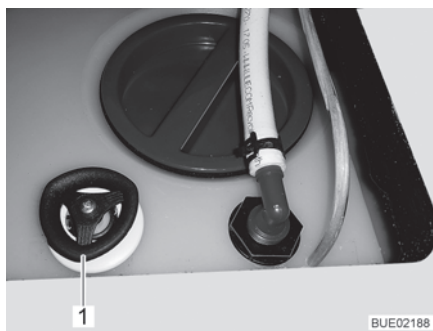

Fig. 182 Serbatoio dell'acqua con maniglia girevole
- Staccare il coperchio (Fig. 182,1) del serbatoio dell'acqua.